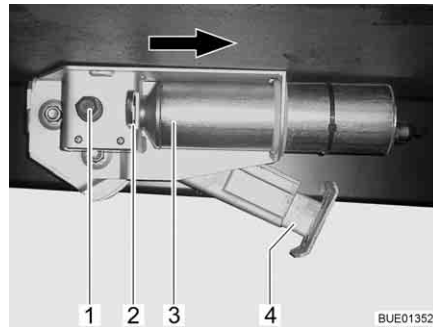

Fig. 31 Piedino di stazionamento elettrico sul veicolo
- Entro 2 secondi, premere il tasto "Estrazione piedino di stazionamento" (Fig. 30,3) e tenerlo premuto finché il piede di sostegno (Fig. 31,4) non appoggia sul pavimento.
- Entro 2 secondi, premere il tasto "Inserimento piedino di stazionamento" (Fig. 30,1) e tenerlo premuto finché il piede di sostegno (Fig. 31,4) non è completamente inserito. Quando il piedino di stazionamento è completamente inserito, viene emesso un segnale di controllo.
- Premere all'interno l'archetto di sicurezza (Fig. 31,2).
- Spostare il motore (Fig. 31,3) nella direzione della freccia fino alla battuta.
- Estrarre o inserire i piedini di stazionamento come piedini meccanici agendo sull'esagono (Fig. 31,1).
Se il disturbo è stato eliminato: Spingere il motore nella direzione inversa alla freccia fino alla sua posizione iniziale. Estrarre l'archetto di sicurezza (Fig. 31,2) fino all'arresto.